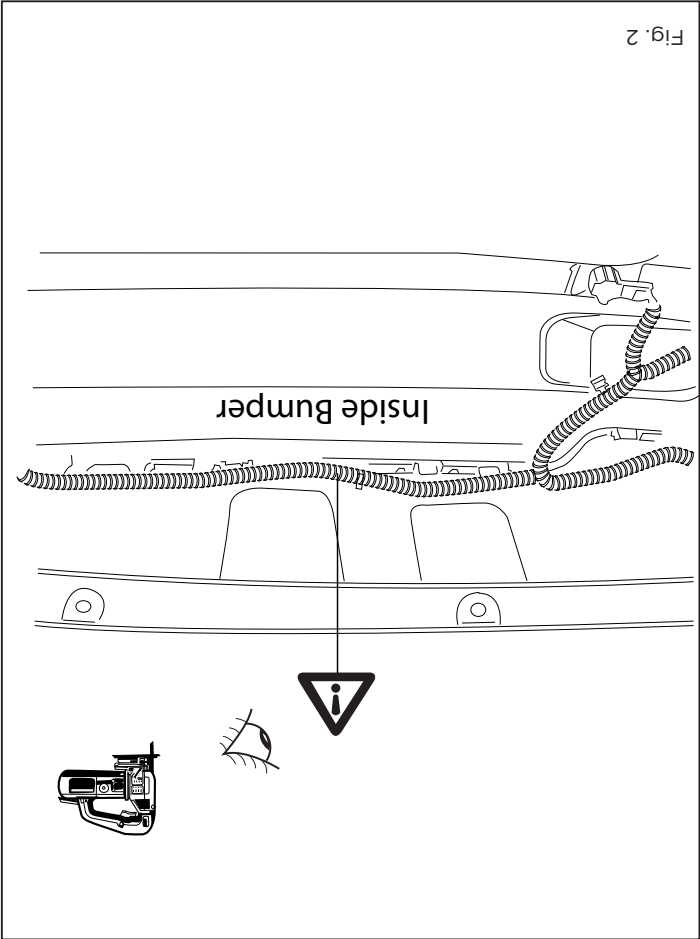

Fig. 2
7. **BEI AUTOS MIT PDC:** Vor dem Heraussägen prüfen, daß keine, dort eventuell vorhandene Leitungen beschädigt werden können. Siehe Abbildung 2.